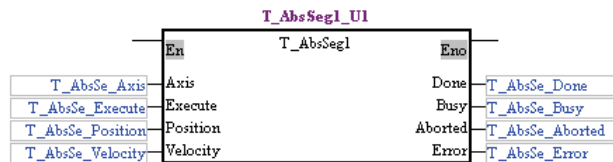

图 13-33 使用预设名称自动生成变量
(1) 当点选「预设名称 (G)」时，功能块便立即产生所有接脚，如图 13-33，并且同时于区域符号表完成所有接脚的变量符号宣告；接脚自动生成的规则为“功能块定义的前 7 个字母\_接脚名称”，例如功能块定义 T\_AbsSeg1 的 Axis 接脚自动产生的变量符号为“T\_AbsSe\_Axis”。